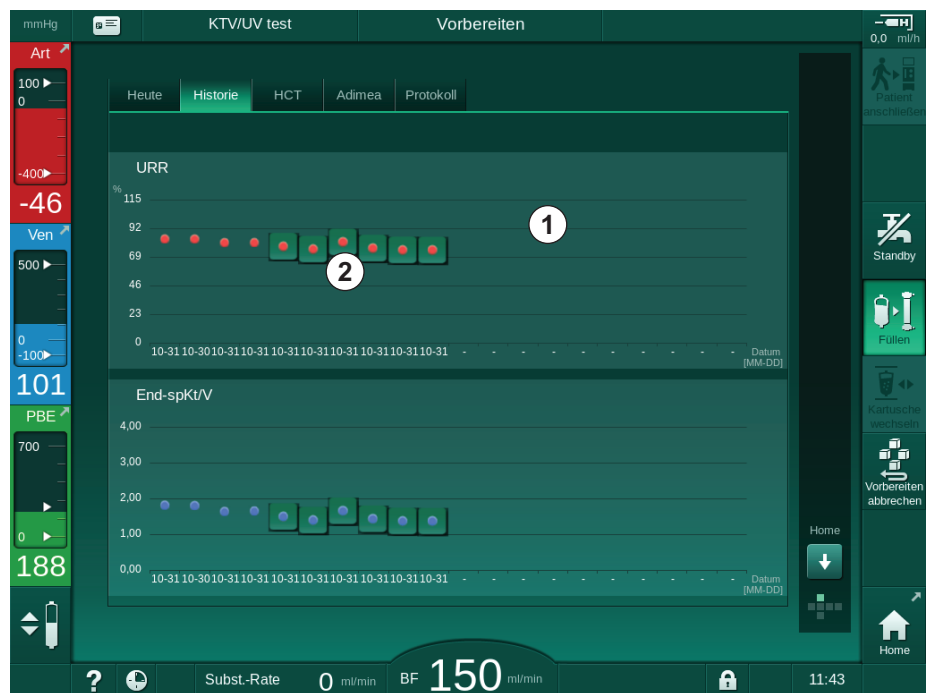

Abb. 11-14 Historie der Parameter auf dem *Info*-Bildschirm
Für die letzten 6 durchgeführten Therapien sind ausführlichere Informationen verfügbar. Nach Berühren der entsprechenden Markierung des Parameters (Abb. 11-14, ②) für ein bestimmtes Datum wird ein Trend dieses Parameters für diese spezielle Therapie angezeigt (Abb. 11-15). Die Auflösung beträgt 5 Minuten. Die Trendansicht wird durch Berühren von *Zurück* ① geschlossen.